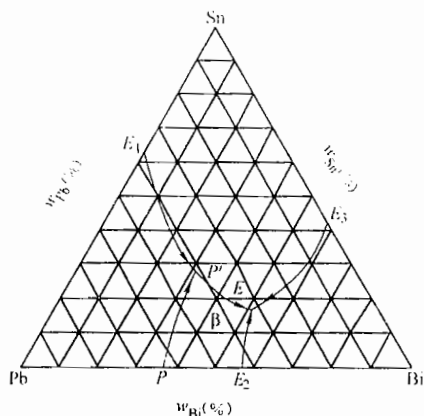

图 27-1 第二题第 4 小题图
(1) 若其离子半径 $r_{\text{Mg}^{2+}} = 0.066\text{nm}$ ， $r_{\text{O}^{2-}} = 0.140\text{nm}$ ，则其原子堆积密度为多少？
(2) 如果 $r_{\text{Mg}^{2+}}/r_{\text{O}^{2-}} = 0.41$ ，则原子堆积密度是否改变？
4. 图 27-1 所示为 Pb-Sn-Bi 相图投影图。问：